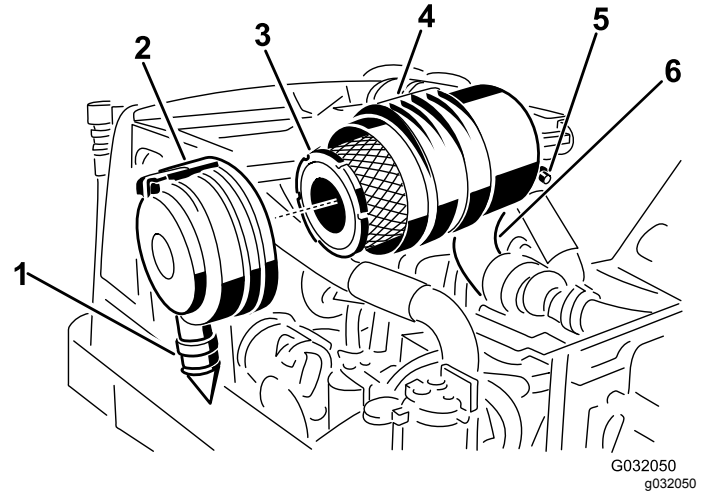

图 45
2. 拆下主滤芯图 45。
3. 更换主滤清器图 45。
7. 安装盖子时将橡胶排气阀位置朝下——即从末端看介于5点钟至7点钟位置之间并用门锁固定图 45。